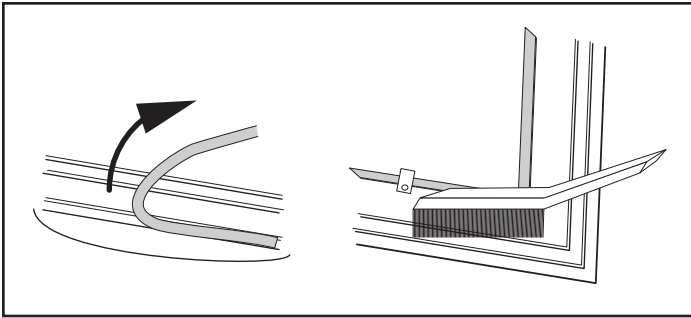

Figure 6.4 – Enlever le joint et nettoyer la rainure à l'aide d'une brosse métallique.
1. Pour enlever le joint existant, saisissez-le par une extrémité et tirez fermement (figure 6.4).
2. Utilisez une brosse métallique ou la pointe d'un tournevis pour nettoyer la rainure et enlever les résidus de mastic et de joint. Enlevez les dépôts tenaces de béton à l'aide d'un ciseau à froid si nécessaire (figure 6.4).